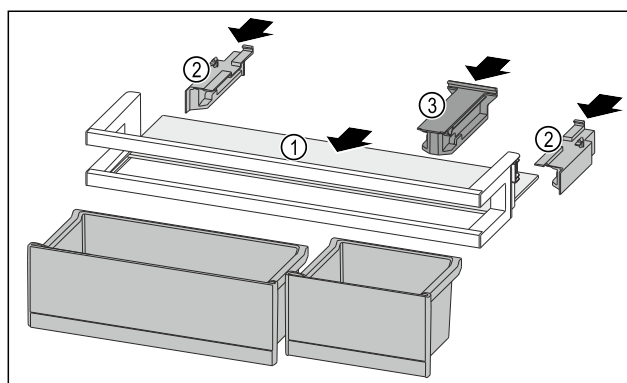

Fig. 195
- Insérer la tablette de rangement Fig. 195 (1) dans les évidements latéraux.
- Installer les parties latérales Fig. 195 (2).
- Installer la pièce de retenue Fig. 195 (3).